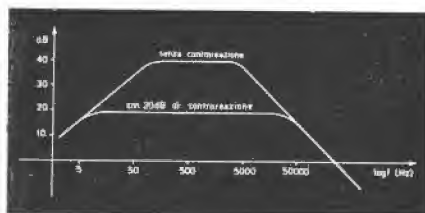

figura 6
Tornando ancora alla formula (4) non è difficile vedere come i benéfici effetti della controeazione si applichino anche alla larghezza di banda dell'amplificatore che viene incrementata « grosso modo » di un fattore pari a quello di reazione. Basta scrivere infatti l'espressione di A_F in funzione della frequenza di taglio di A per verificare quanto si è detto. In figura 6 è rappresentato il guadagno in dB di un amplificatore in funzione della frequenza, con e senza controeazione.